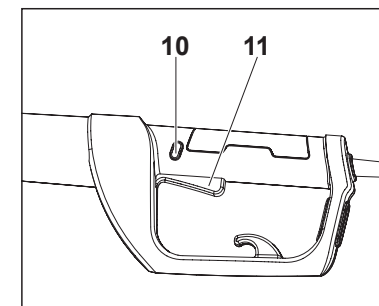

Fig. 11
3. Appuyez sur le bouton marche/arrêt [11] pour allumer l'appareil (Fig. 11).